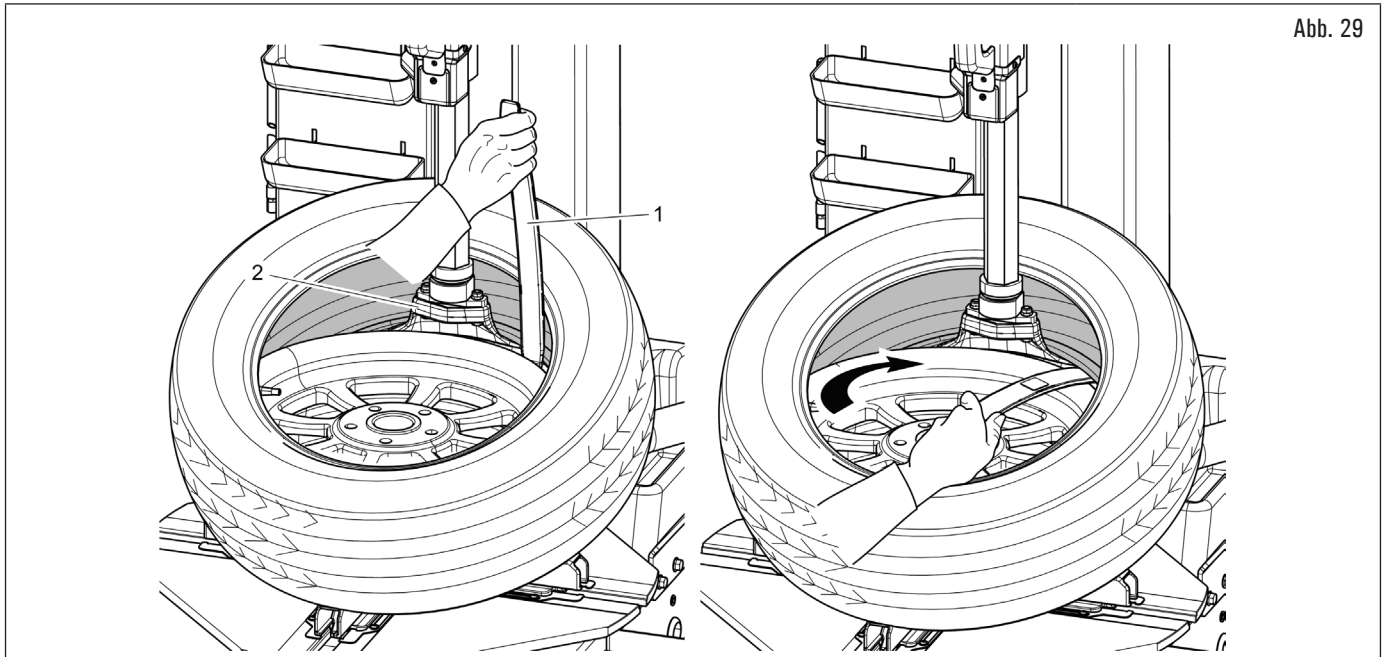

Abb. 29
7. bringen Sie mit Hilfe des Hebels (Abb. 29 Pkt. 1) den zweiten Wulst des Reifens auf den Nagel des Werkzeugkopfes (Abb. 29 Pkt. 2);
8. den Hebel (Abb. 29 Pkt. 1) in dieser Position festhalten und die Spindel im Uhrzeigersinn drehen, bis der Reifen vollständig von der Felge abgedrückt worden ist;